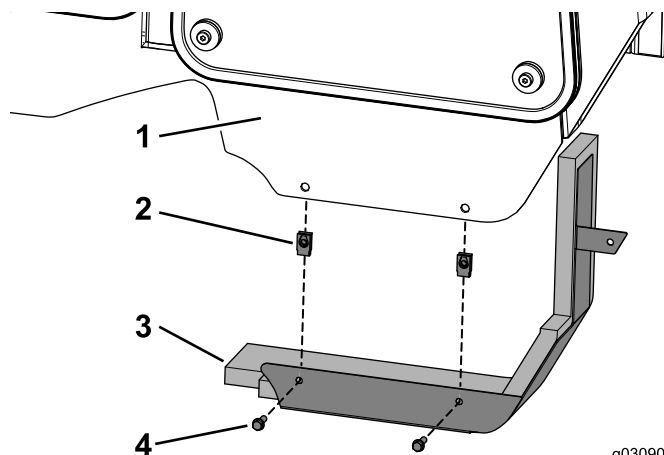

Figura 26
1. Montate i 2 dadi a graffetta sul telaio della cabina (Figura 26).
2. Fissate il gruppo pannello sulla cabina utilizzando i 2 bulloni (1/4 x 3/4 poll.) come illustrato nella Figura 26.